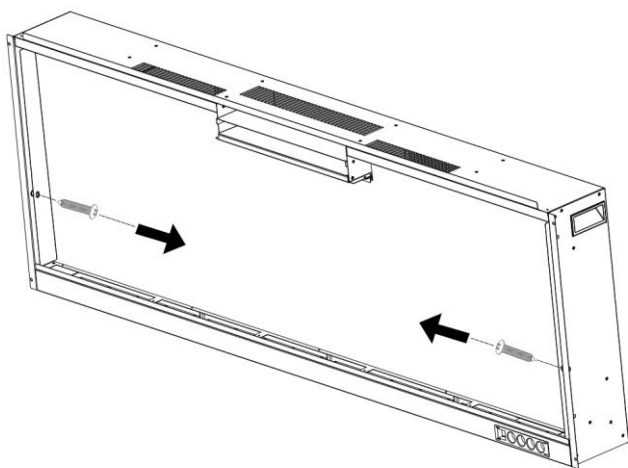

рис. 2-1
- А.** Открутите винты (по 1 шт. на стороне) по бокам электрокамина. Отложите винты в сторону (**рис. 2-1**)